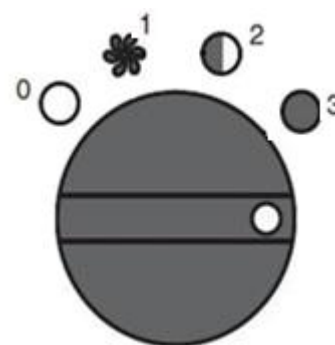

Рис. 2
3.3. Для включения модели QE-3000ET переведите переключатель из положения 0 в положение поз.1 рис.2, при этом начинает работать вентилятор, нагрев не осуществляется. Чтобы включить прибор в режиме обогрева, необходимо выполнить следующую последовательность действий: